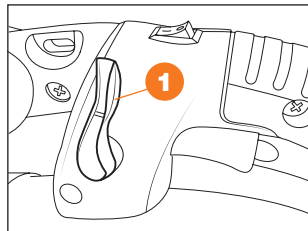

Рис. 18
- Для продолжительной работы, устанавливайте максимальную скорость двигателя и блокируйте её фиксатором ❶ (Рис. 18).